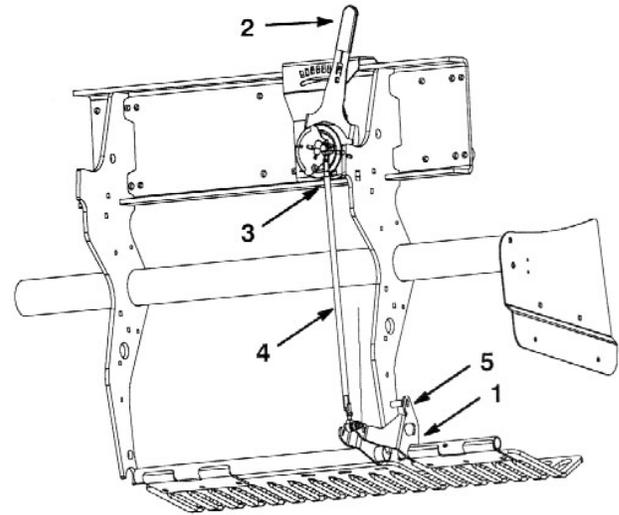

図 54
1. 左ターフ・ガード取り付けブラケット (図54) を上に回転させて、固定ピン (5/16" のドリルビットかキャップスクリューを使う) を、ブラケットと深さ設定チューブの間に挿入する。
3. アウトボード・ボール・スイッチをワイヤ・ハーネスから外す (図54)。
4. 深さ調整タイロッドのジャムナット (左右) をゆるめる (図54)。